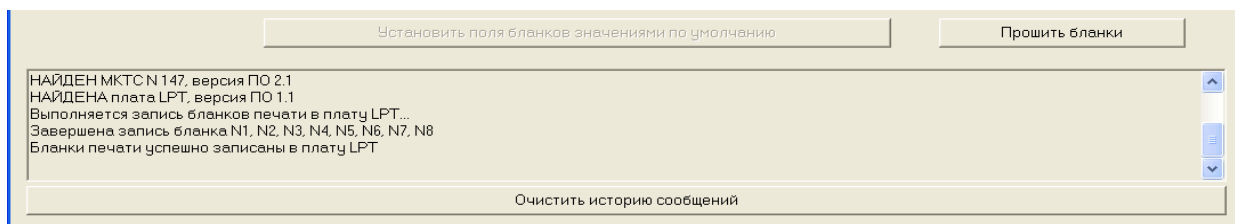

Рисунок 3-3
5. Вся диагностика работы с программой выдается в окно диагностики, расположенное в нижней части окна программы **MKTCLptForms**. Диагностика, которая будет выдана в случае удачной записи бланков печати в плату УПП приведена ниже (см. Рисунок 3-3).